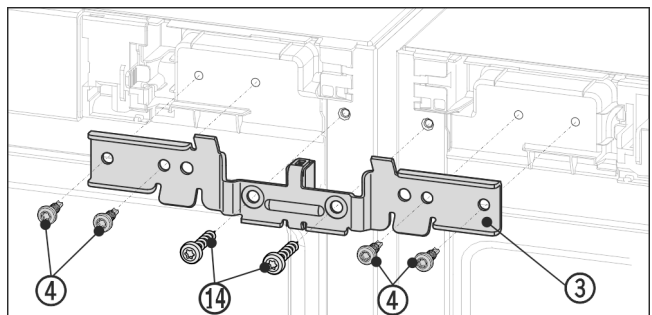

Fig. 13 Voorbeeld
- ▶ Hoekstuk Fig. 13 (3) met het afstandsstuk tussen de apparaten en op het tapeinde schuiven. Het hoekstuk met de vier schroeven Fig. 13 (4) en de eerder uitgeschroefde aardingschroeven Fig. 13 (14) er afwisselend rechts en links inschroeven.